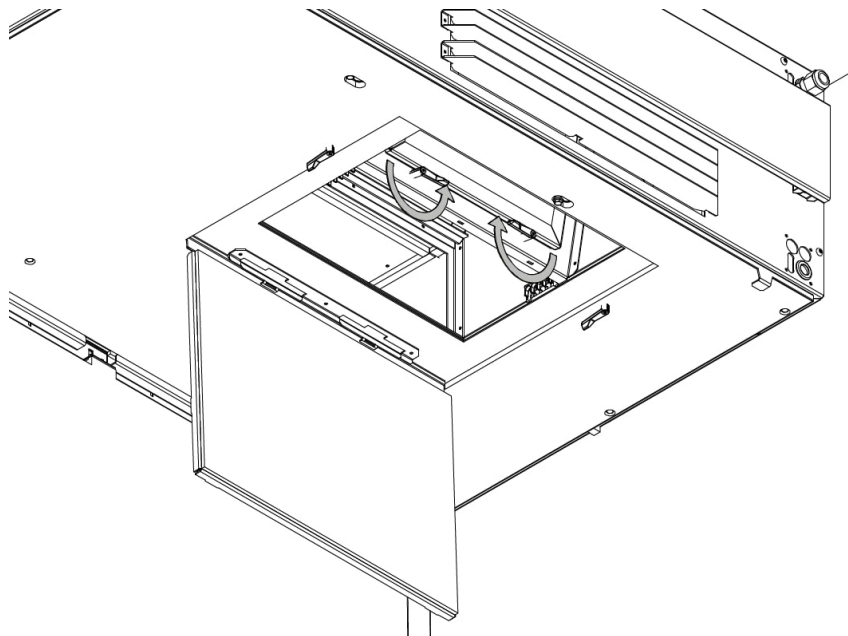

Figur 11: Udtagning af grovfilter
4. Tag filteret ud, og udskift det med et nyt – se Figur 11 og Figur 12.